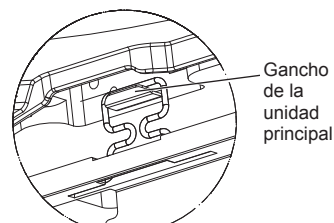

Fig. 5-6
- Después de apretar el tornillo, confirme que los dos ganchos de la rejilla (Fig. 5-6) estén sujetos en los ganchos de la unidad principal.